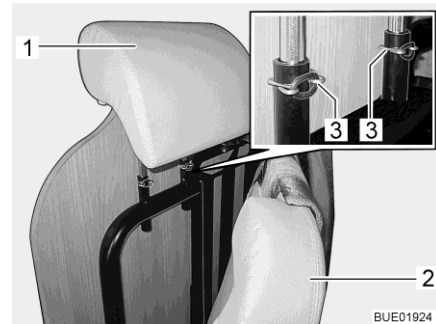

Fig. 12 Ajustar el reposacabezas
Ajustar el reposacabezas (Fig. 12,1) antes de comenzar el viaje, de forma que la parte posterior de la cabeza descansa a la altura de las orejas aproximadamente.
- Plegar hacia delante el cojín (Fig. 12,2).
- Retirar las grapas de bloqueo (Fig. 12,3).
- Tirar hacia arriba o empujar hacia abajo el reposacabezas (Fig. 12,1) hasta que engatille en la posición de enclavamiento deseada.